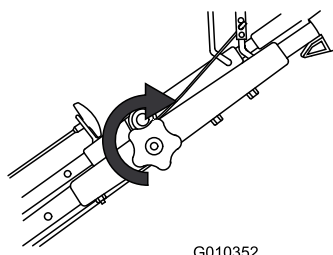

Figura 17
- Apriete todo lo que pueda el pomo del manillar superior (Figura 17).